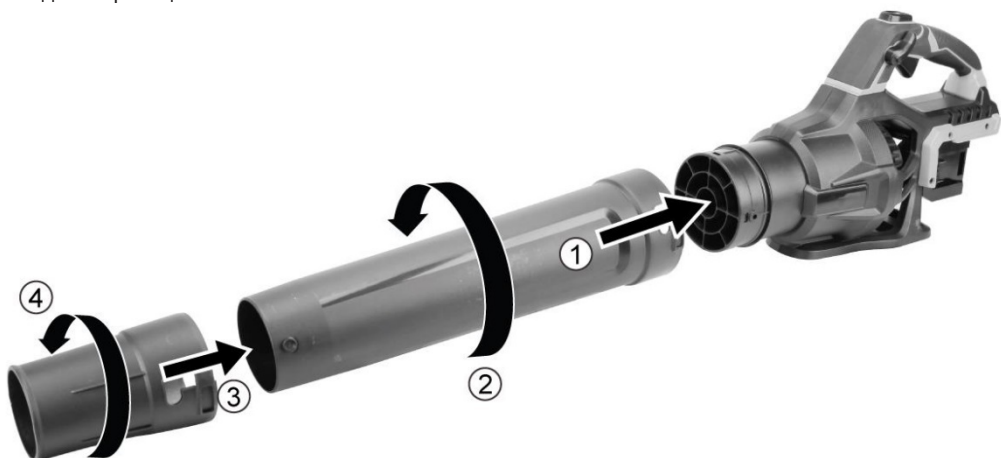

Рисунок 2
3.3 Складання виробу (дивіться рисунок 2):